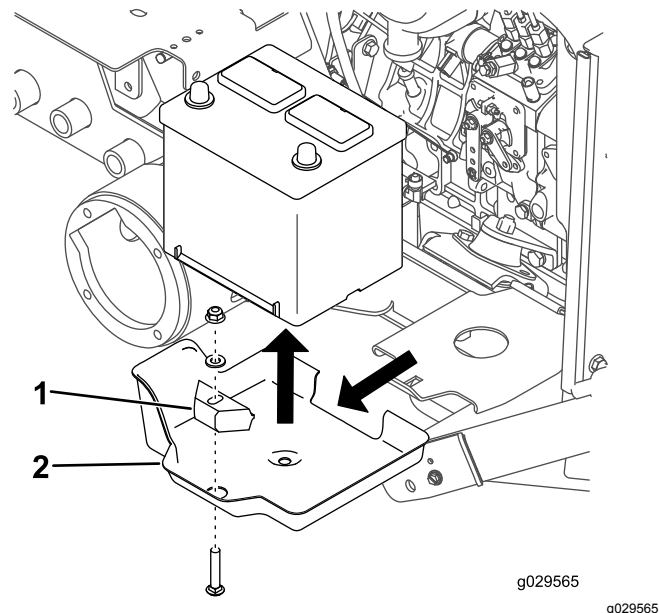

図 38
4. バッテリートレイからバッテリーを取り出す 図 38。
5. バッテリートレイからバッテリートレイを取り出す 図 38。
3. バッテリーを固定しているキャリッジボルト、ワッシャ、バッテリー押さえ、ナットを取り外す 図 38。